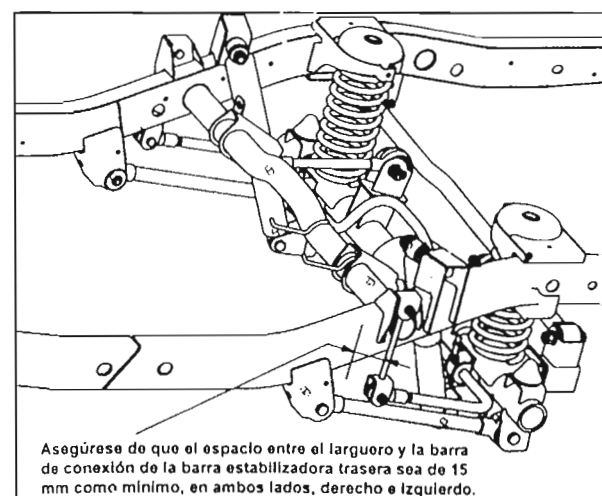

Fig.37 – Espacio entre el larguero y la barra de conexión
- Asegúrese de que el espacio entre el larguero y la barra de conexión sea de 15mm en ambos lados, izquierdo y derecho (Fig.37).